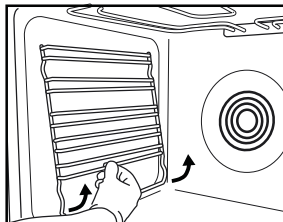

Рис. 3
1. Снимите боковые решетки — держатели принадлежностей (рис. 3).